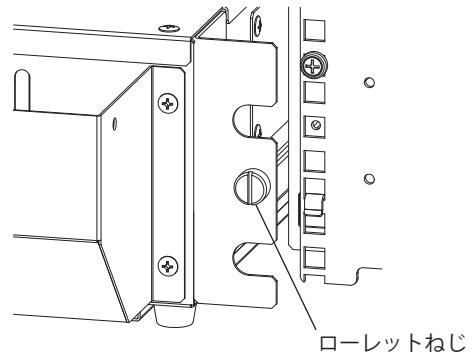

図6
- 本体のドロアメンバをスライドレールに左右同時に挿入してください。途中でロックが掛かりますので、ドロアメンバのスプリングを左右同時に押しながら挿入してください。(図6)